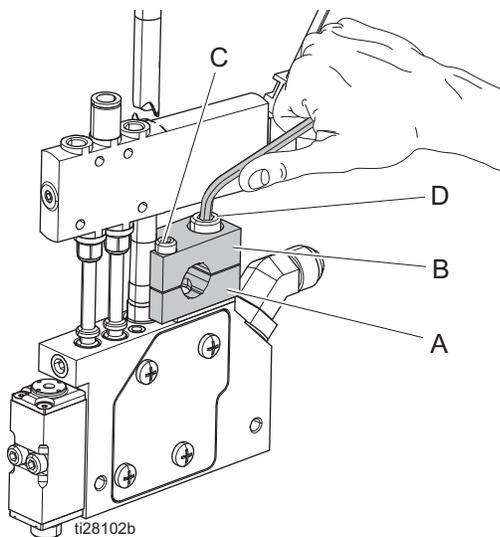

ABB. 3
Alle anderen Modelle: Siehe **Abbildung 3** und die folgenden Anweisungen. Den Verteiler auf 12-mm-Stange (1/2-Zoll) mit Befestigungsklemme (H) befestigen, um den Applikator in Position zu halten, und um sicherzustellen, dass der Kleber richtig aufgetragen wird. Beim schlanken Modell wird mit einer 7/16-Sechskantstange die optimale Montagefestigkeit erreicht.